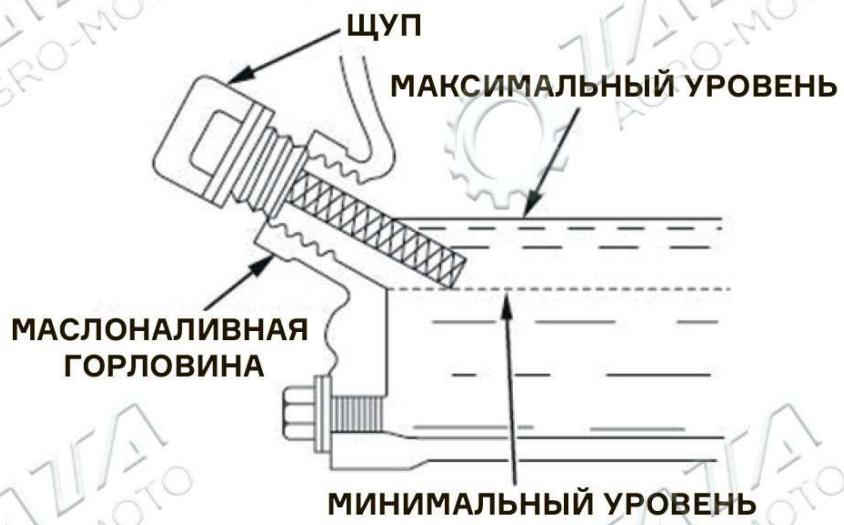

Рис. 7
- Залейте масло SAE10W-40 в картер дизельного двигателя. См. (Рис. 7) для информации.